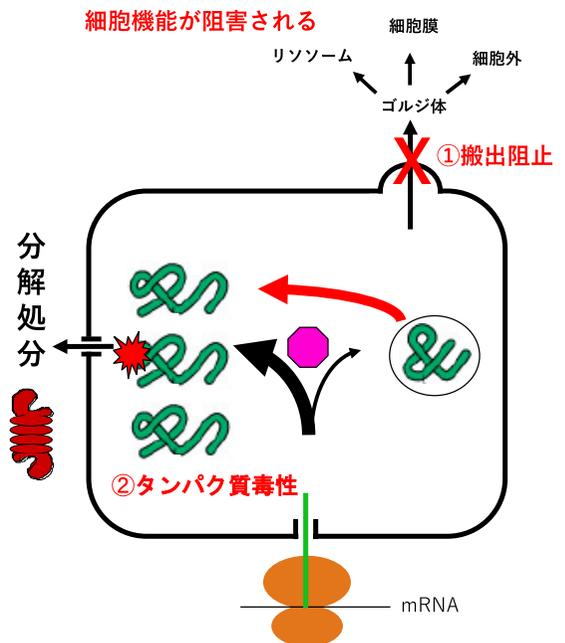

図4 小胞体ストレスが及ぼす悪影響
いう事態が生じる（図4①）。例えば、大腸や小腸の小胞体における品質管理能力を低下させると、抗菌タンパク質であるリゾチームを分泌できなくなり、抗菌能力が大幅に低下する。第二に、高次構造が崩れると、分子内部に閉じ込められていた疎水性のアミノ酸の連なりが表面に露出し、他のタンパク質と不適切な相互作用をして、いわゆるタンパク質毒性を発揮して細胞を死に至らしめることがある（図4②）。例えば、膵臓のβ細胞の小胞体における品質管理能力を低下させると、構造異常となったプロインスリンがタンパク質毒性を発揮してβ細胞が死ぬので、インスリンを作れなくなり糖尿病を発症する。